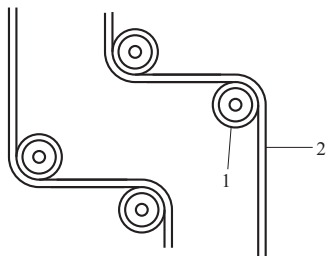

图 2-28 绝缘子在同一平面的转角做法
(2) 导线在同一平面内有曲折时，要将绝缘子装设在导线曲折角的内侧，如图 2-28 所示。